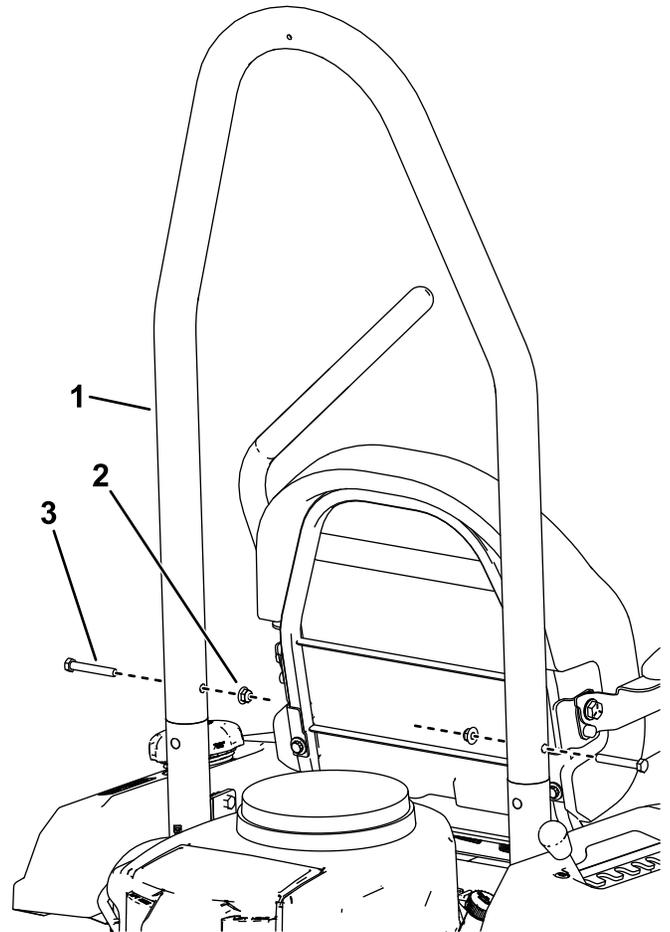

図 15
- ROPS チューブを後ろ側にやや傾けた状態で、ROPS チューブを ROPS マウントに取り付けるボルト 3/8 x 2-1/2" 2 本とロックナット 3/8" 2 個を使って図 15 のように取り付ける。